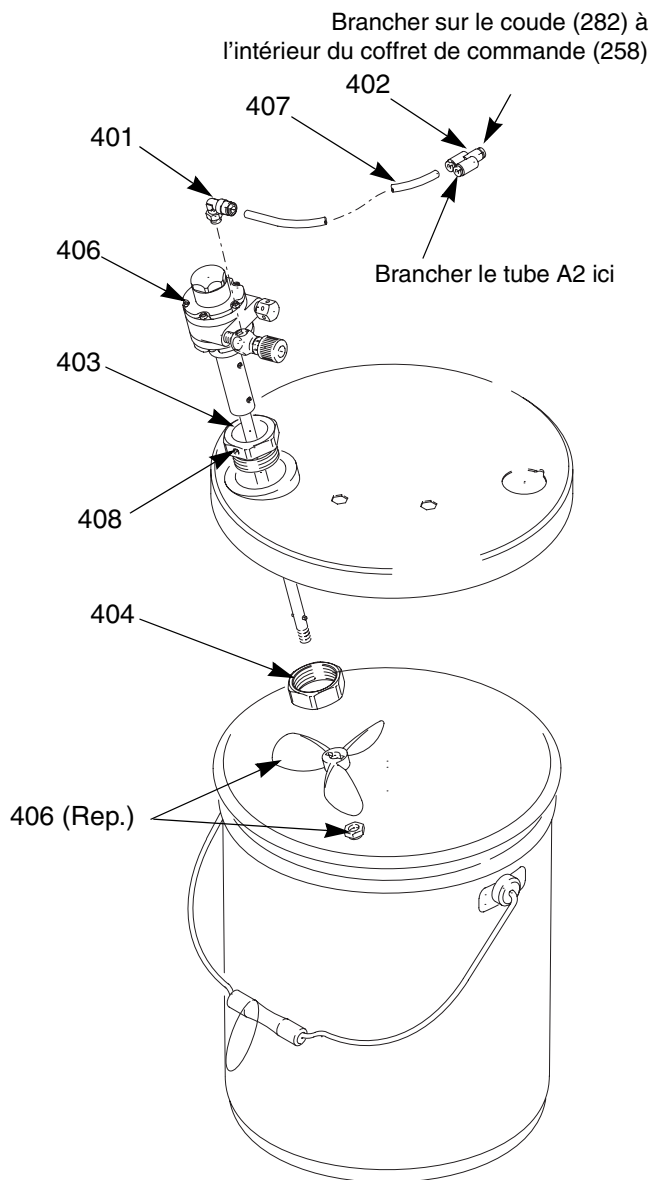

Fig. 11. Kit agitateur 245895
4. Démontez l'arrière du boîtier de commande (258).
5. Sortir le tuyau (A2) du coude (282) sur le collecteur d'air; voir le schéma de tubage à la page 64. Monter le raccord en Y (402) sur le coude. Fixer les tuyaux (A2) et (407) sur le raccord Y. Voir FIG. 11. Introduire le tuyau de l'agitateur (407) dans le caisson.
6. Remonter l'arrière du boîtier de commande (258).
7. Assembler les autres pièces du kit comme indiqué. Fixer l'agitateur à l'aide de la vis (408).